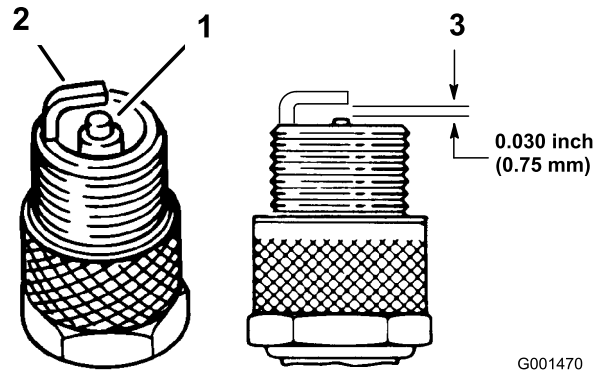

Bild 27
- Prüfen Sie den Abstand zwischen den mittleren und seitlichen Elektroden (Bild 27). Verbiegen Sie die seitliche Elektrode (Bild 27), wenn der Abstand nicht stimmt.
- Sehen Sie sich die Mitte der Zündkerzen an (Bild 27). Wenn der Kerzenstein hellbraun oder grau ist, ist der Motor richtig eingestellt. Eine schwarze Schicht am Kerzenstein weist normalerweise auf einen schmutzigen Luftfilter hin.
- Schließen Sie den Zündkerzenstecker an die Zündkerzen an (Bild 27).